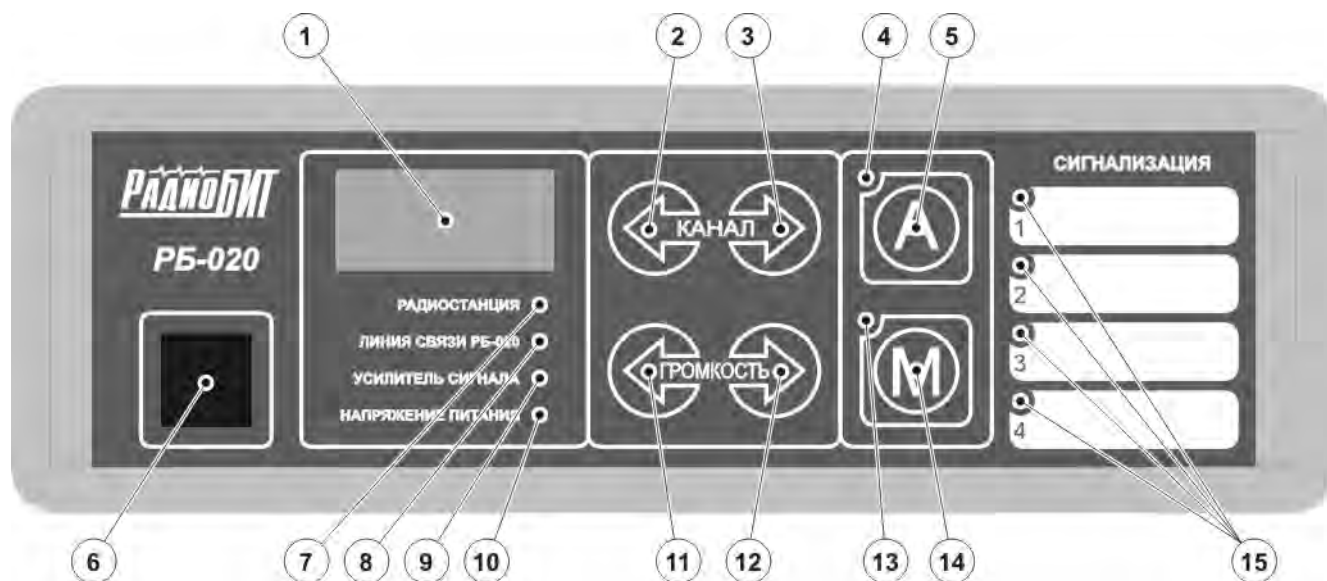

Рисунок 1. Передняя панель Пульта Оператора
В режиме «приём» Система находится когда кнопка РТТ на тангенте или выносном микрофоне не нажата. Индикатор 7 (Рисунок 1) светится зелёным цветом; в случае, когда уровень высокочастотной «несущей» в канале превышает порог шумоподавителя радиостанции — жёлтым.
М: Индикатор 7 (Рисунок 1) мигает красным цветом — один из параллельных Пультов Оператора находится в режиме «передача».
Для изменения уровня громкости аудио сигнала используйте кнопки 11 и 12 (Рисунок 1). Нажмите кнопку 11 для уменьшения уровня громкости или кнопку 12 для увеличения. Текущий уровень громкости отображается на многофункциональном дисплее в течение двух секунд после последнего нажатия на кнопку и сохраняется в энергонезависимой памяти. Если значение уровня громкости было установлено меньше 03, то после включения источника питания Пульта Оператора значение уровня громкости автоматически устанавливается равным 03.
Для переключения частотного канала используйте кнопки 2 и 3 (Рисунок 1). Нажмите кнопку 2 для переключения на предыдущий канал или кнопку 3 для переключения на следующий. Номер текущего частотного канала отображается на многофункциональном дисплее. Нахождение на канале экстренной (аварийной) связи отмечается на индикаторе 4 (Рисунок 1) — светится красным светом.
В режиме «приём» нажмите кнопку 5 (Рисунок 1) для переключения на канал экстренной (аварийной) связи. Нахождение на канале экстренной (аварийной) связи отмечается на индикаторе 4 (Рисунок 1) — светится красным светом. Возврат на рабочий канал осуществляется повторным нажатием кнопки 5 (Рисунок 1) или Вы можете использовать кнопки переключения канала 2 и 3 (Рисунок 1).
В режиме «приём» нажмите кнопку 14 (Рисунок 1) — состояние изменится на противоположное. Включение функции «Монитор» отмечается на индикаторе 13 (Рисунок 1) — светится жёлтым светом.
В режиме «передача» Система находится когда кнопка РТТ на тангенте или выносном микрофоне нажата. Индикатор 7 (Рисунок 1) светится красным цветом.
М: Индикатор 7 (Рисунок 1) мигает красным цветом — один из параллельных Пультов Оператора находится в режиме «передача», Ваш Пульт Оператора, не смотря на то, что кнопка РТТ на тангенте или выносном микрофоне может быть нажата, находится в режиме «приём».
Выключите блок питания Пульта оператора. Соедините Контроллер радиостанции и Пульт Оператора (радиостанция может быть не подключена), соединение может быть осуществлено посредством соединительного кабеля, входящего в комплект. Включите питание Контроллера Радиостанции. Нажмите и удерживайте две кнопки на Пульте Оператора — 2 и 5 (Рисунок 1). Включите блок питания Пульта Оператора. После двухтонального звукового сигнала отпустите обе кнопки.
- 2 и 3 (Рисунок 1) для изменения номера параметра программирования;
- 5 (Рисунок 1) для изменения режима индикации — номер параметра/значение параметра;
- 11 и 12 (Рисунок 1) для изменения уровня громкости в режиме индикации номера параметра и для изменения значения параметра в режиме индикации значения параметра;
- 14 (Рисунок 1) для записи нового значения выбранного параметра в энергонезависимую память устройства.
Режим индикации значения параметра отмечается на индикаторе 4 (Рисунок 1) — светится зелёным светом.
Свечение индикатора 13 (Рисунок 1) красным светом означает, что значение выбранного параметра изменено, но не сохранено.
Изменения значения выбранного параметра, не подтверждённые нажатием кнопки 14 (Рисунок 1), в энергонезависимую память не заносятся и утрачиваются при выборе другого параметра или выключении питания.
В режиме «программирование» на индикаторах 15 (Рисунок 1) Пульта Оператора отображается текущее состояние охранных шлейфов без фиксации событий «неисправность» и «тревога». Звуковой сигнал отсутствует.
В режимах «приём» и «передача» осуществляется фиксация изменения состояния охранных шлейфов. События «неисправность» и «тревога» для привлечения внимания оператора сопровождаются звуковым сигналом «сирена», который продолжается до реакции оператора — нажатие на любую кнопку передней панели Пульта Оператора. Изменившееся состояние охранного шлейфа отмечается «миганием» соответствующего индикатора группы 15 (Рисунок 1).